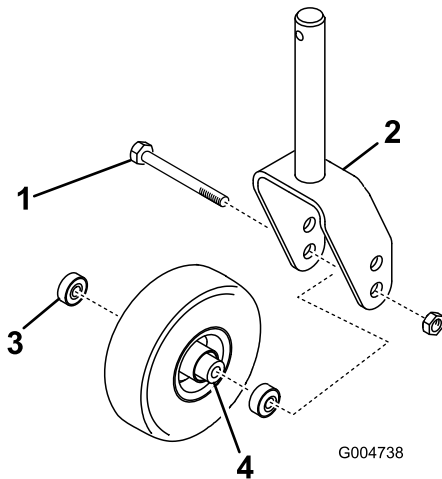
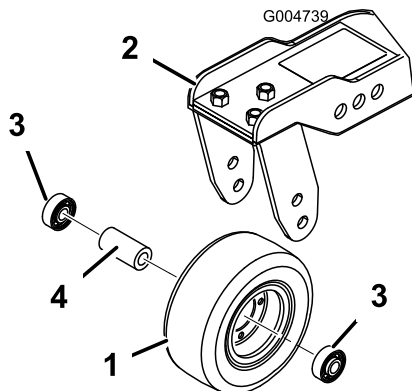

Figura 90
Figura 91
1. Retire la contratuerca del perno que sujeta el conjunto de la rueda giratoria entre la horquilla (Figura 90) o al brazo de pivote (Figura 91).
2. Retire el cojinete de la rueda y deje que se caiga el suplemento del cojinete (Figura 90 y Figura 91).